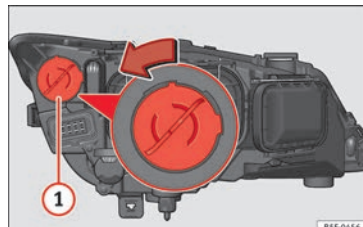

Bild 105 Dagsljuslampa.
- Vrid lamphållaren » bild 105 ① till vänster och dra.